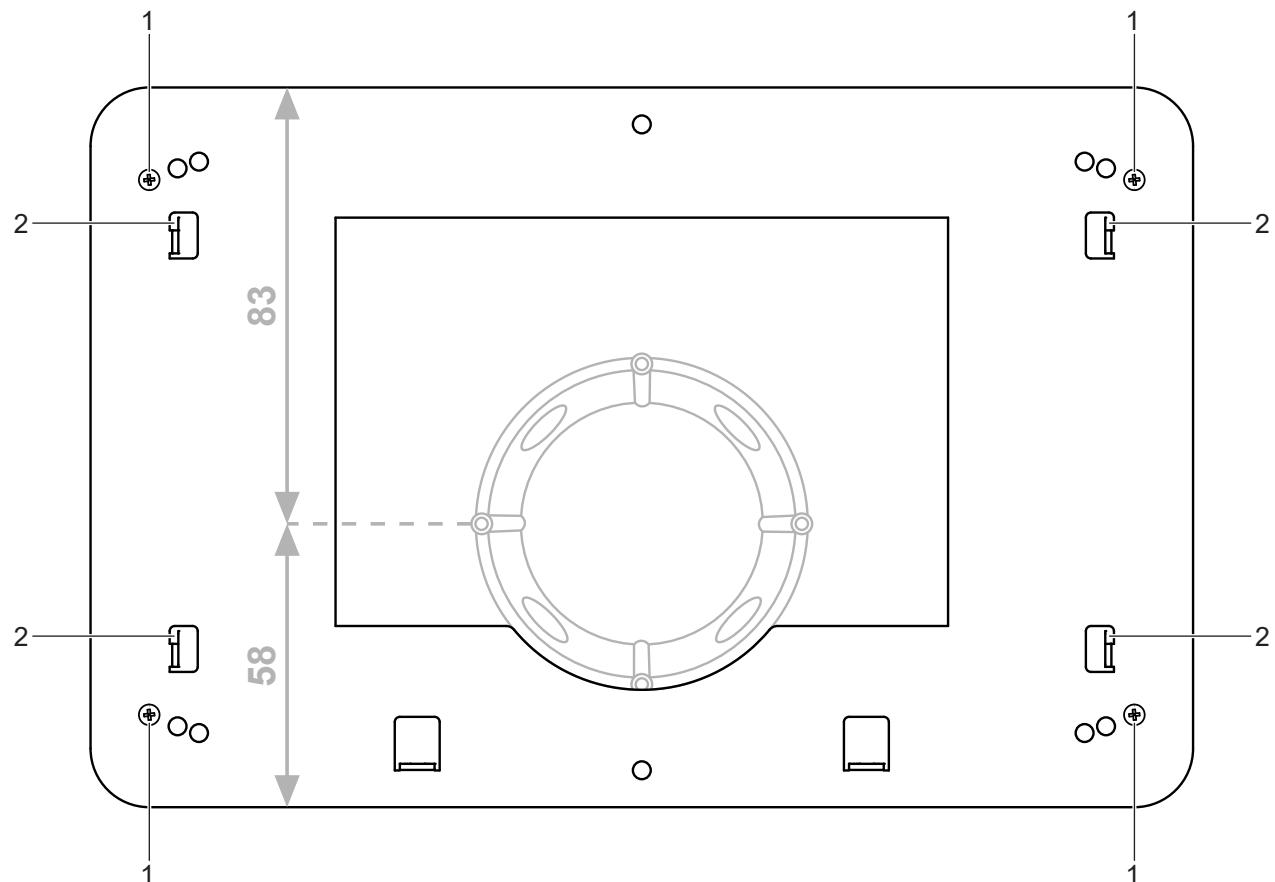
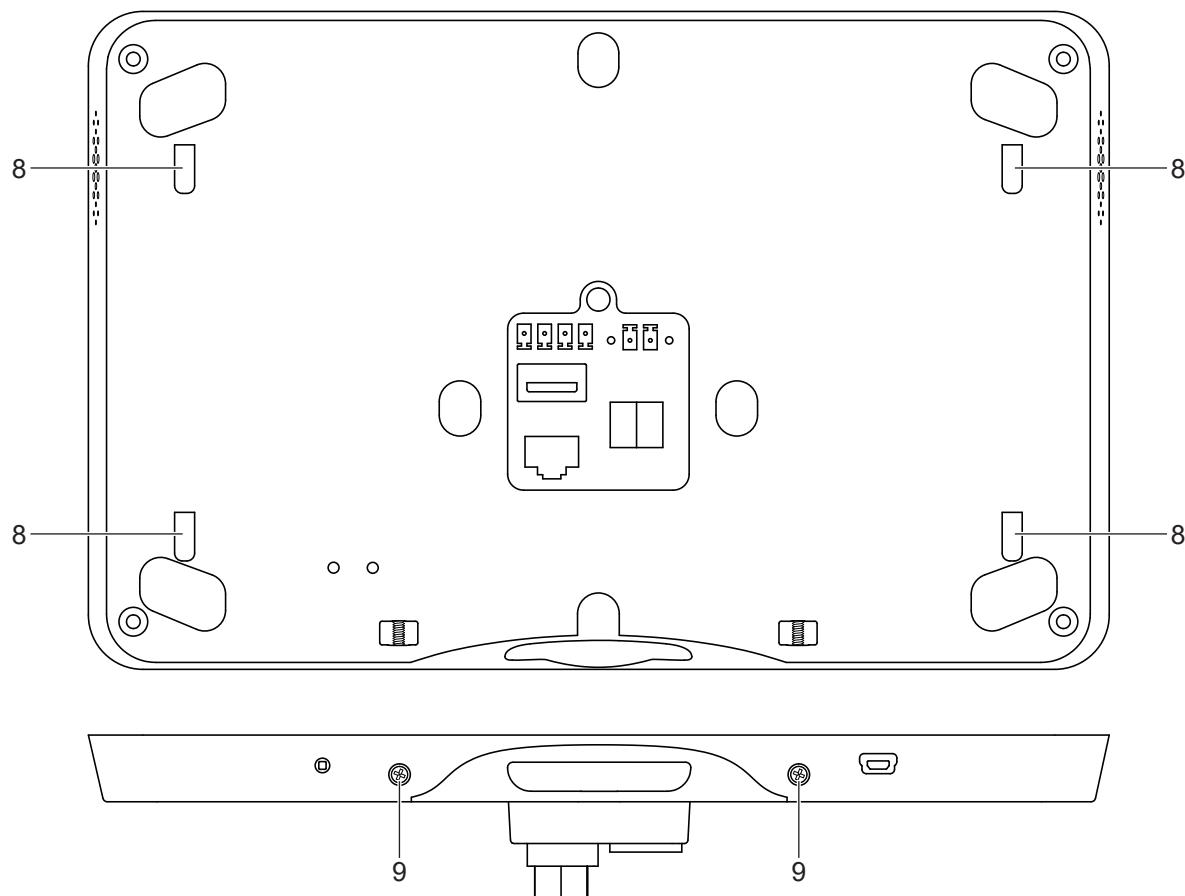

Abb. 2: Montage Adapter
Abb. 4: Montage Smart Panel
- Adapter mit insgesamt vier Arretierungsschrauben (1) auf Einbaugehäuse montieren. (Abb. 2)
(Abb. 2 und Abb. 4)
(Abb. 4)